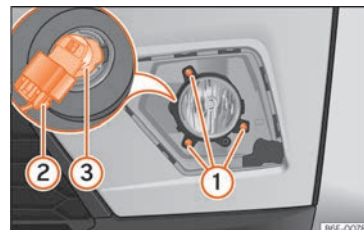

Abb. 106 Nebelscheinwerfer: Lampenträger ausbauen
2. Entfernen Sie die 3 Schrauben » **Abb. 106** (1) und ziehen Sie den Nebelscheinwerfer ab.
3. Ziehen Sie den Stecker von der Lampe (2) ab.